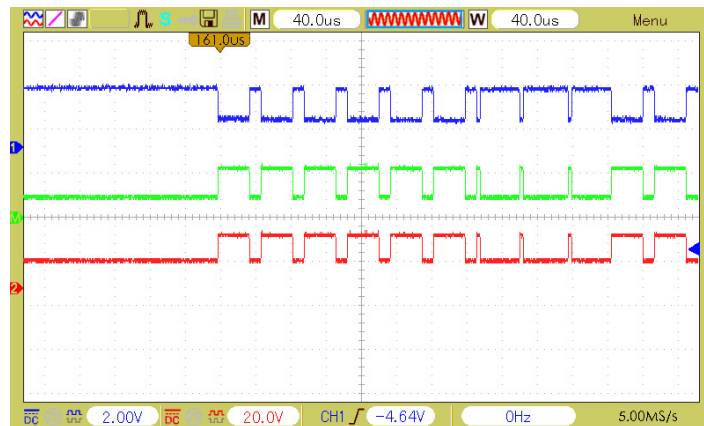

Abb. 2.2: Differentielle Signalübertragung
**Durchführung** Das Oszilloskop subtrahiert beide vom DMX-Board kommende Signale voneinander, sodass dabei das in Abb. 2.2 auf der nächsten Seite differentielle Signal als grüne Welle dargestellt wird.